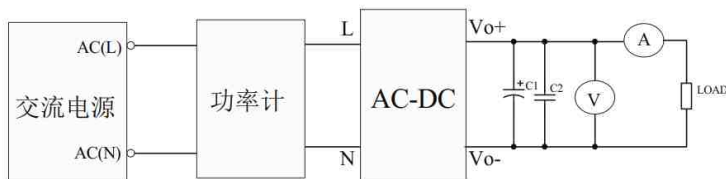

图3-1 单路输出电源的基本测试电路连接图
3.1.1 单路输出电源的测试连接线如下图3-1所示 (注：输入端的PE线未画)；